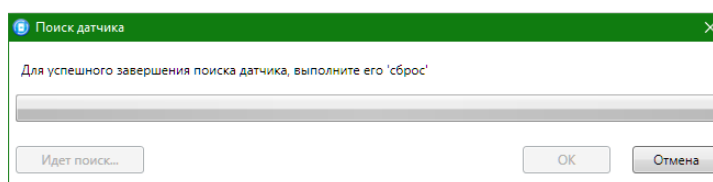

Рис. 4.4. Окно *Введите период тестов*
6. После нажатия кнопки *OK* начнется поиск считывателя контроллером (рис. 4.4).